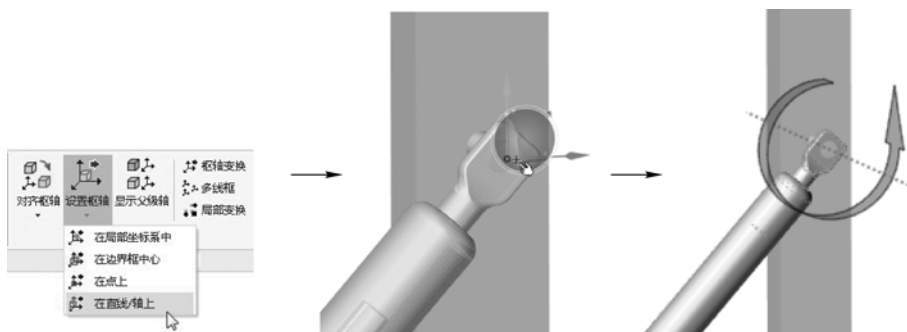

图 8-88 调整枢轴位置
STEP 4 单击“变换”选项卡“对齐枢轴”栏中的“设置枢轴”>“在直线/轴上”按钮，然后捕捉父级角色边线（此处“窗框”角色中如图 8-88 所示的圆柱边线）单击，设置枢轴的位置（如旋转方向不正确，可重新在属性窗格的“链接轴（在父级中）”下拉列表中进行选择），正确的效果如图 8-88 右图所示。